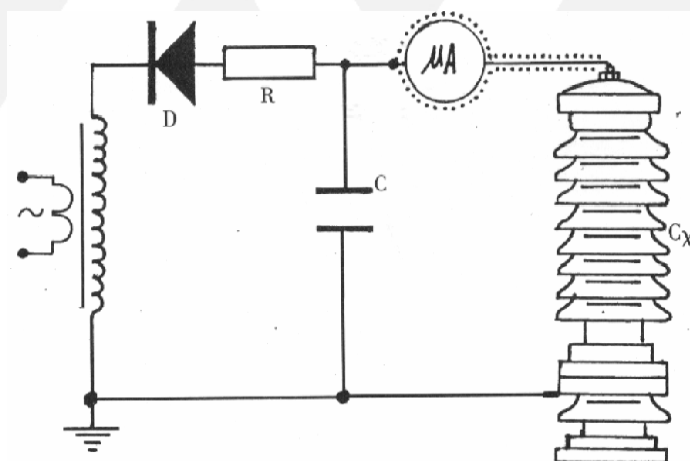

图 5 微安表接入试品 CX 高压侧接线图
6.4.2 当需要精确测量被试品泄漏电流时，则应在高压侧串入高压微安表，如图 5 所示。